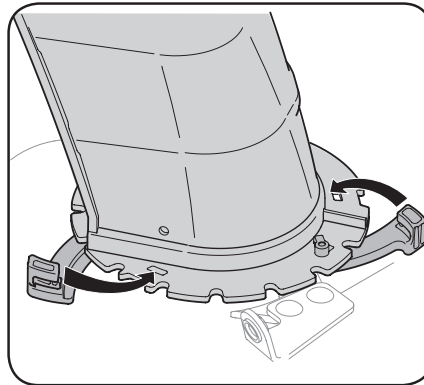

Figura 2-10
2. Cierre los fijadores de brida para sujetar el conjunto del canal a la base del canal. Los fijadores de brida emiten un chasquido cuando están bien asegurados. Consulte Figura 2-10.